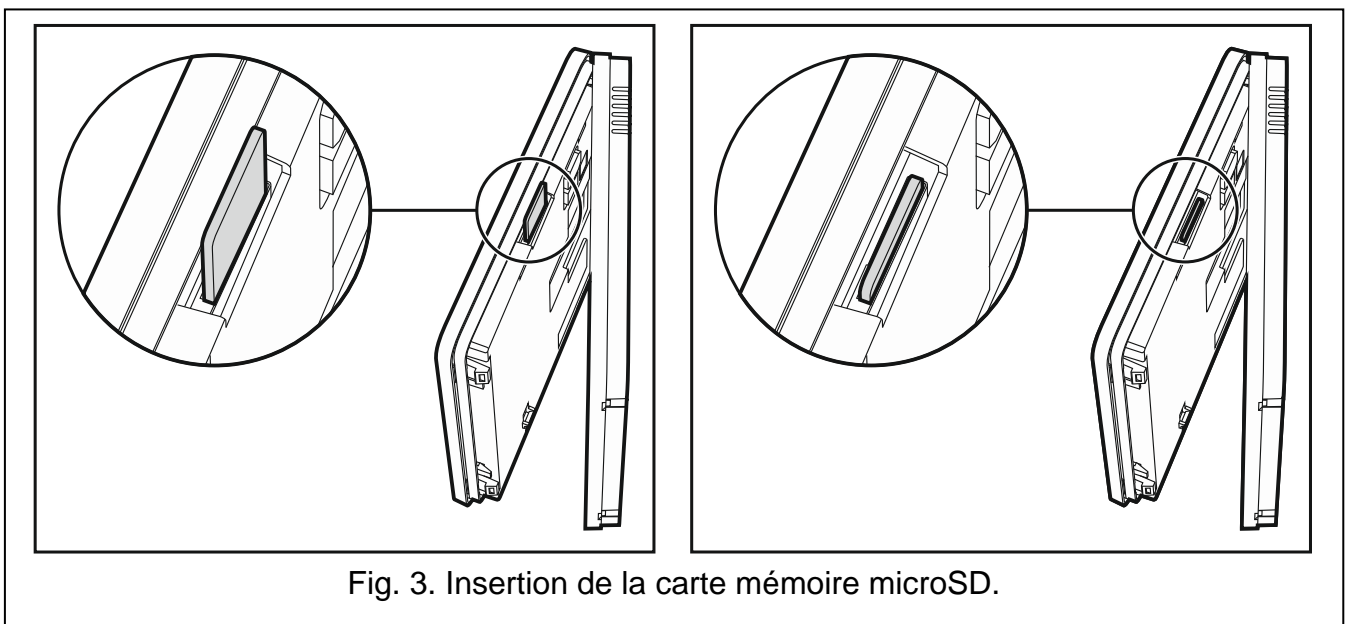

Fig. 3. Insertion de la carte mémoire microSD.
2. Insérez la carte au logement (voir : fig. 3) et poussez-la jusqu'à ce qu'elle se bloque. Les contacts de la carte doivent être dirigés vers l'écran.